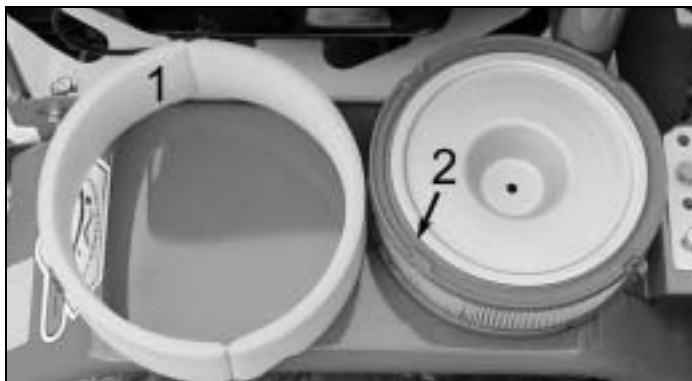

Figure 30
- Séparez la mousse de l'élément papier (figure 30). Vérifiez que les éléments ne soient ni troués ni déchirés. Remplacez les si tel est le cas.
- Nettoyez l'élément en mousse (figure 30, repère 1) avec de l'eau savonneuse chaude ou un détergent. Rincez le et laissez le sécher.
- Pour l'élément papier (figure 30, repère 2), tapoter le sur une surface dure ou si il est très encrassé, nettoyez le à l'air comprimé (de l'intérieur vers l'extérieur) en utilisant une pression d'air pas trop élevée.